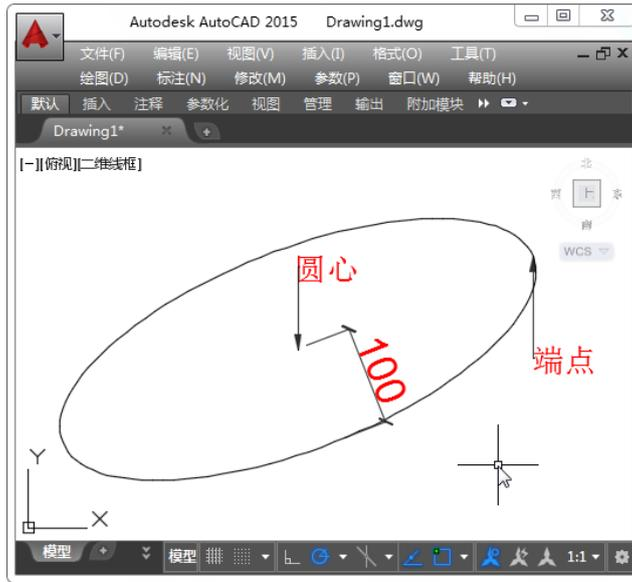

图 3-59 圆心绘制椭圆
- **【中心点】命令:** 指定中心点绘制椭圆, 即通过指定椭圆中心点、长半轴的端点, 以及短半轴的长来绘制椭圆。如图 3-59 所示, 指定圆心为椭圆的中心点、长半轴端点和短半轴 (此处为 100), 按回车键即可绘制出椭圆。